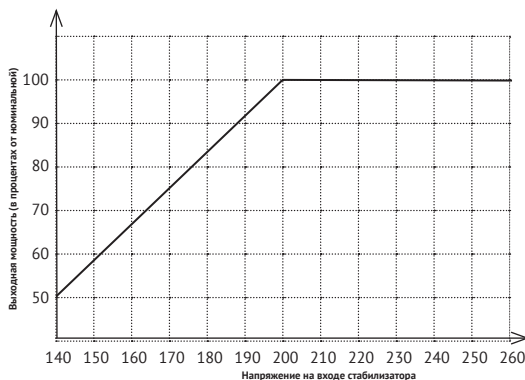

рис. 4
* Расчёт мощности произведён для работы стабилизатора при входном напряжении более 200 В. Если напряжение ниже 200 В, необходимо учитывать поправку согласно рис.4.
3.3.4 При выборе стабилизатора необходимо учитывать зависимость его мощности от величины входного напряжения. При снижении входного напряжения ниже 190 В, мощность стабилизатора уменьшается, как показано на рис.4.